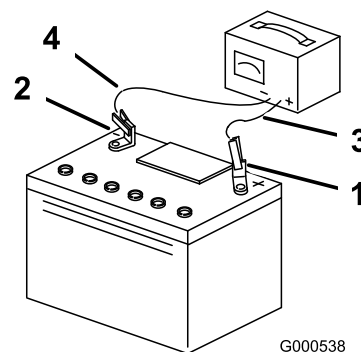

Figure 47
3. Quand la batterie est chargée au maximum, débranchez le chargeur de la prise, puis débranchez les fils du chargeur des bornes de la batterie (Figure 47).